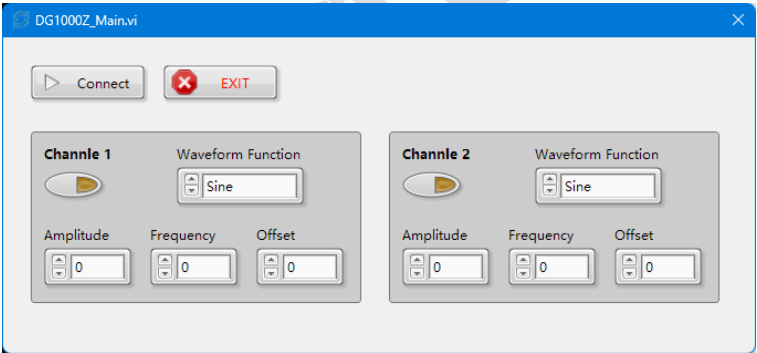

图 4-51 信号发生器界面
- 2) 点击 AWG 按钮可打开信号发生器界面，如图 4-51 所示，点击 Connect 按钮，若其变为黄色 Disconnect 按钮便认为其连接正常，可关闭此界面。